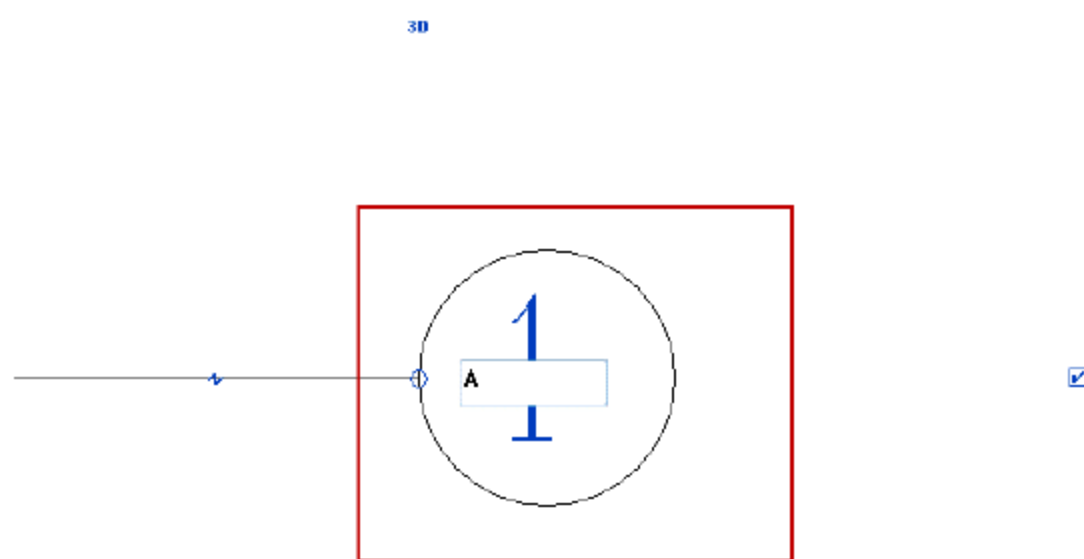

图 1.3.3 更改轴号名称
(3) 更改轴号名称。默认情况下，不论是绘制的水平还是垂直轴线，第一线都被系统命名为 1 轴。双击轴头，在在位编辑框中输入 A 轴，如图 1.3.3 所示。因为我国的建筑制图标准规定：水平方向轴线的轴号是以字母命名，而垂直方向轴线的轴号是以数字命名。